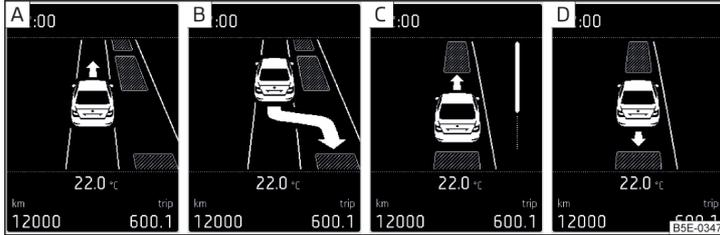

Abb. 145 Displayanzeige
Displayanzeige » Abb. 145
Wenn das System eine geeignete Parklücke erkannt hat, wird diese Parklücke im Display angezeigt » Abb. 145 - A.
- Noch weiter vorfahren, bis im Display die Anzeige erscheint » Abb. 145 - B.
- Wenn im Display der Pfeil nach vorn blinkt » Abb. 145 - C, dann den 1. Gang einlegen bzw. den Wählhebel in Stellung **D/S** stellen.
- Wenn im Display der Pfeil nach hinten blinkt » Abb. 145 - D, dann erneut den Rückwärtsgang einlegen bzw. den Wählhebel in Stellung **R** stellen.